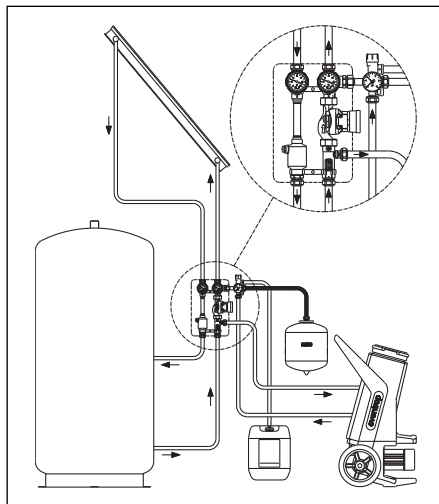

Fig. 6.13 Remplissage à l'aide du groupe de sécurité et du débitmètre
1. Raccorder la station de remplissage à l'installation solaire (fig. 6.13) en respectant le sens de refoulement du circulateur!